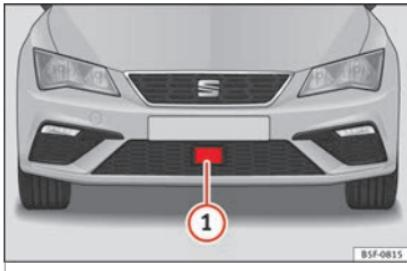

Fig. 210 Sul paraurti anteriore: sensore radar.
A veicolo fermo spegnere il motore, quindi riavviarlo. Controllare l'area dello stemma SEAT nella parte anteriore »» fig. 210 (verificare che non sia sporco, ghiacciato o abbia subito urti). Se continua a non funzionare, rivolgersi a un'officina specializzata per far controllare il sistema.
» fig. 210 ①.
Questa indicazione per il conducente viene visualizzata se la visibilità del sensore radar è ridotta a causa, ad esempio, di foglie, neve, nebbia fitta o sporcizia. Pulire lo stemma SEAT »» **fig. 210**.